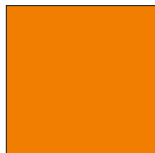

Рис. 20
2.7. Склады. Представляет из себя пластину размером 250 на 250 мм напечатанную на поле оранжевого цвета (S-0 M-60 Y-100 K-0) (Рис. 20).